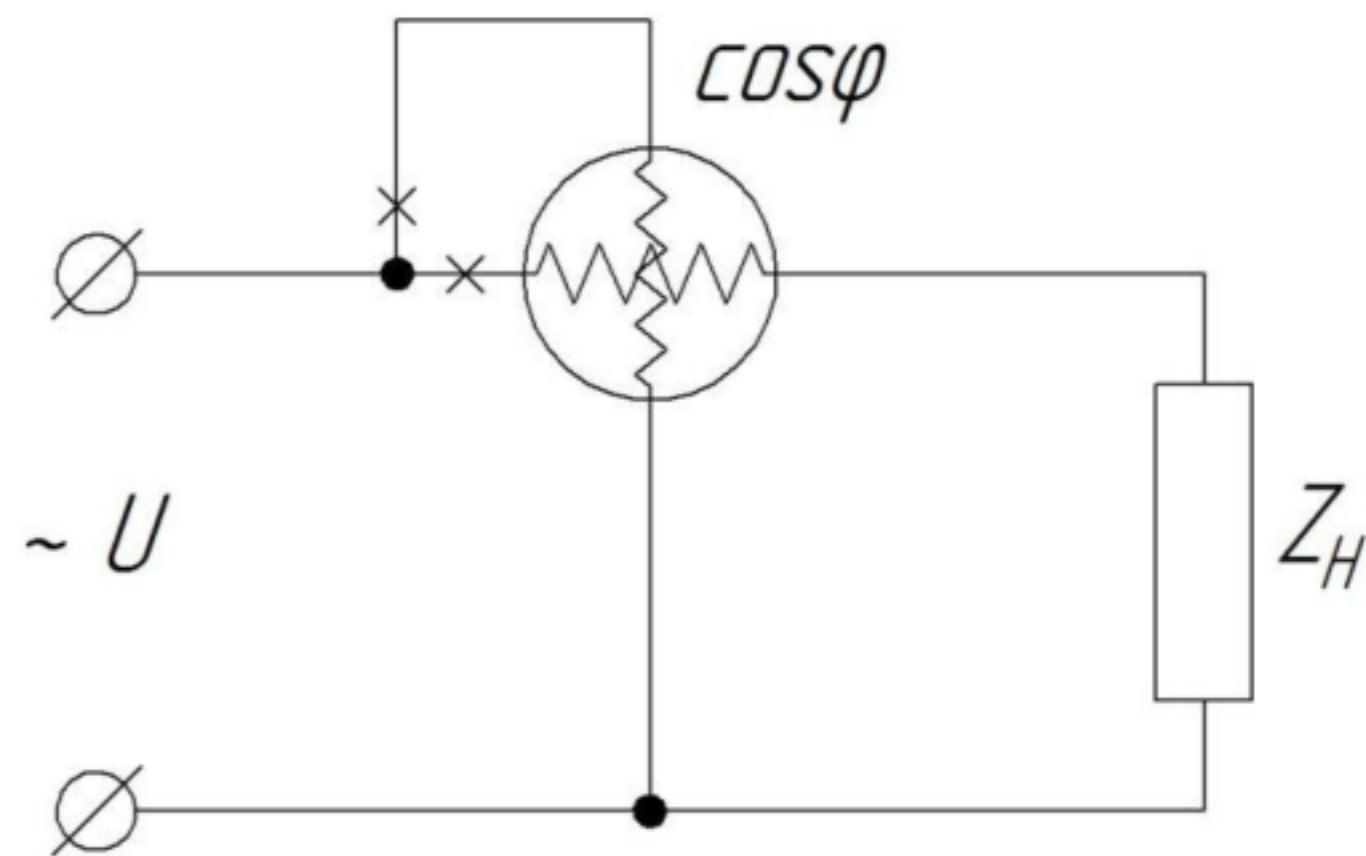
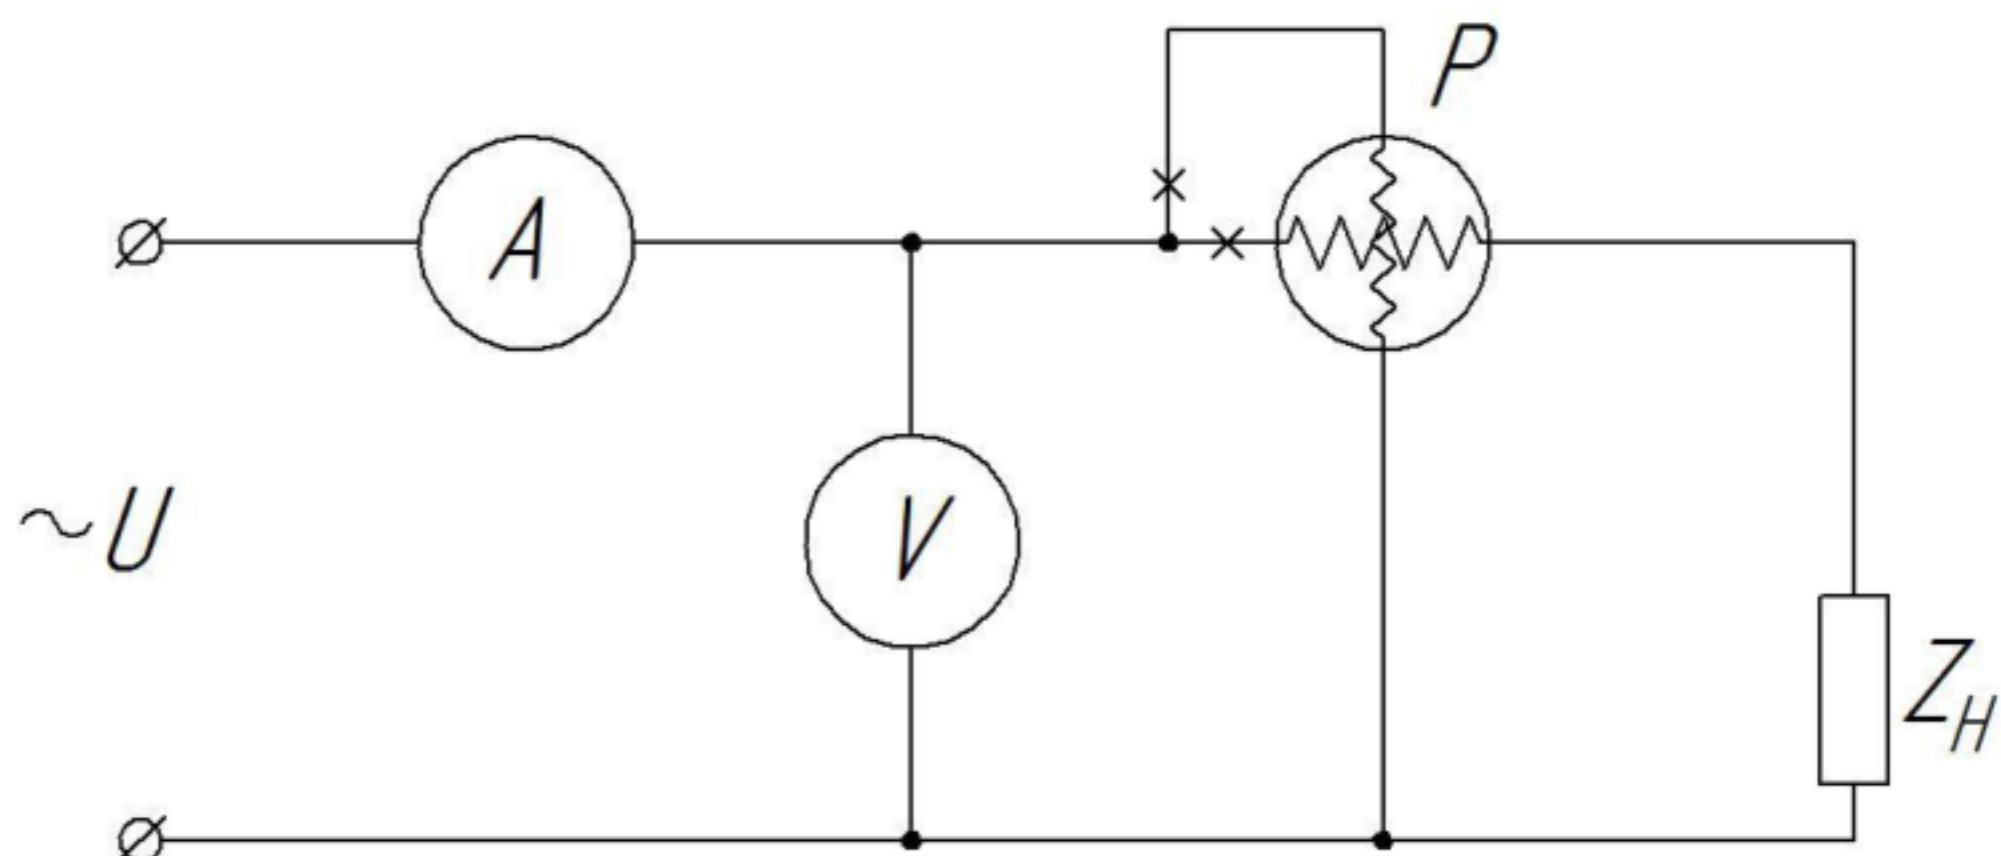

Рисунок 1.3. Схема электрическая принципиальная измерения  $\cos\varphi$  прямым методом
Рис.1.4. Схема электрическая принципиальная измерения  $\cos\varphi$  косвенным методом.
- $\cos\varphi$  прямым методом (Рис. 1.3),
- $\cos\varphi$  косвенным методом (Рис. 1.4).
– произвести измерение  $\cos\varphi$ , создаваемого нагрузкой, в схемах, представленных на Рис. 1.3 и Рис. 1.4.
Собрать схему, приведённую на Рис. 1.4 на стенде «**Теоретические основы электротехники**». В качестве источника переменного напряжения использовать источник 23В; в качестве  $Z_H$  – последовательно соединённые  $R=100 \text{ Ом}$  и  $C_1=100\text{мкФ}$ ,  $C_2=20\text{мкФ}$ ,  $C_3=10\text{мкФ}$ . Последовательно меняя конденсаторы произвести измерения  $\cos\varphi$  косвенным методом. Результаты измерений занести в таблицу.